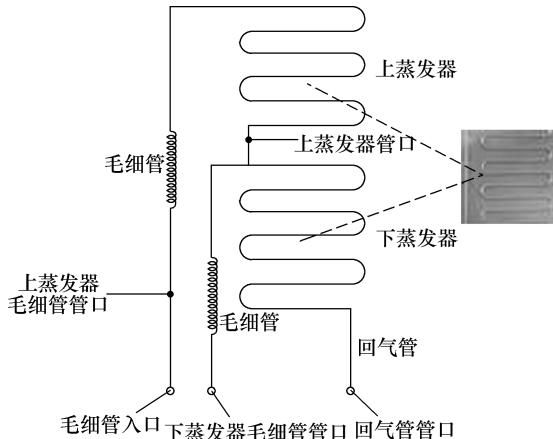

图 3-35 上、下蒸发器连接方式（五）
e) 对于如图 3-35 所示制冷管路结构的机型（双温双控电冰箱）：